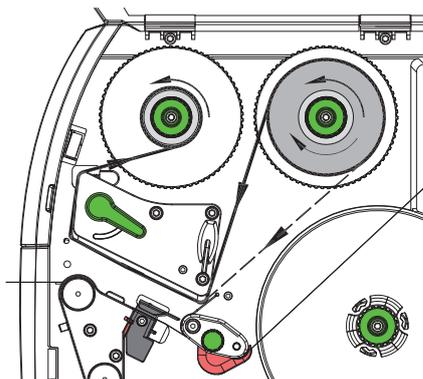

Figura 26 Scorrimento del nastro
5. Tenere fermo il rotolo di nastro (1) e ruotare la manopola dello svolgitore (3) in senso antiorario fino a che il rotolo non è fissato.
6. Spingere un'anima adatta (4) sull'avvolgitore del nastro (5) e fissarla allo stesso modo.
7. Far passare il nastro attraverso il gruppo di stampa come indicato in Figura 26.
8. Fissare l'inizio del nastro all'anima (4) con una striscia di adesivo. Prestare attenzione alla direzione di rotazione dell'avvolgitore del nastro: deve ruotare in senso antiorario.
9. Ruotare l'avvolgitore (5) in senso antiorario per livellare lo scorrimento del nastro.
10. Ruotare la leva (6) in senso orario per bloccare la testina di stampa.